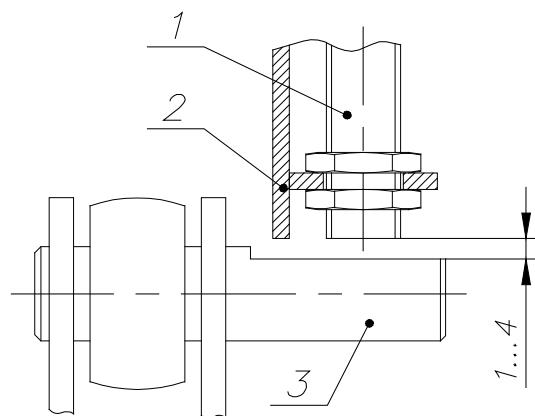

Рис. 4. Настройка датчиков положения заслонки.
3.8. Первый пробный пуск производить без нагрузки для проверки правильности подключения фаз и регулировки датчиков конечных положений заслонки. Направление вращения валов должно соответствовать стрелкам, изображенным на корпусе смесителя. Зазор между флажком и датчиком положения заслонки должен быть не более 4 мм. (см. Рис.4).